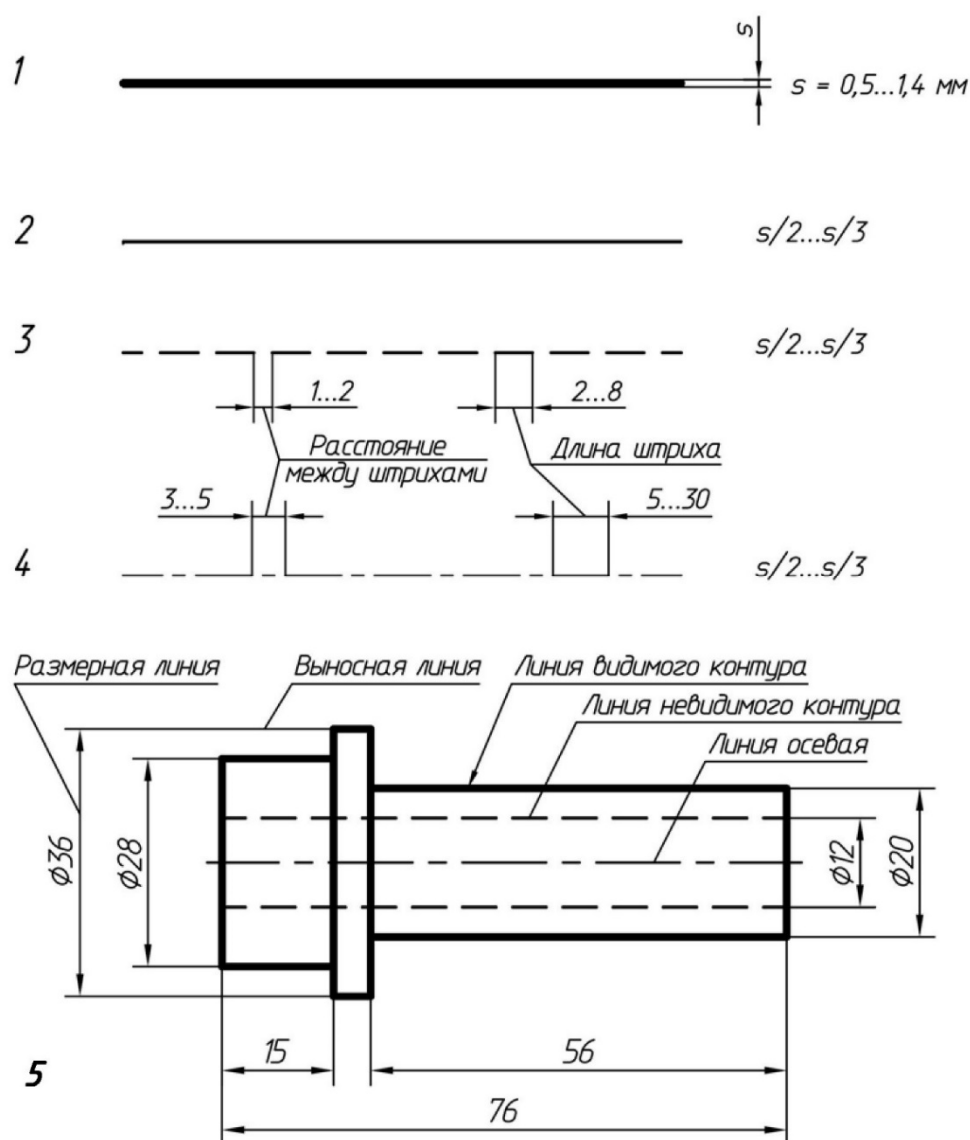

Рис. 23. Типы линий и их использование
1. Сплошная толстая основная линия (рис. 23, 1).
2. Сплошная тонкая линия (рис. 23, 2).
3. Штриховая линия (рис. 23, 3).
4. Штрих-пунктирная линия (рис. 23, 4).
Линии, которые мы видим на предмете, – это линии видимого контура. Когда чертят линии видимого контура, используют сплошную основную линию (рис. 23, 5).
Линии, которые мы не видим на предмете – это линии невидимого контура. Когда чертят линии невидимого контура, используют штриховую линию (рис. 23, 5).
Выносные и размерные линии показывают размер предмета. Когда чертят выносные и размерные линии, используют сплошную тонкую линию (рис. 23, 5).
Когда чертят осевые и центровые линии, используют штрих-пунктирную линию (рис. 23, 5). Штрихи штриховой линии имеют одинаковую длину (рис. 23, 3). Штрихи штрих-пунктирной линии тоже имеют одинаковую длину (рис. 23, 4). Расстояние между штрихами одинаково.